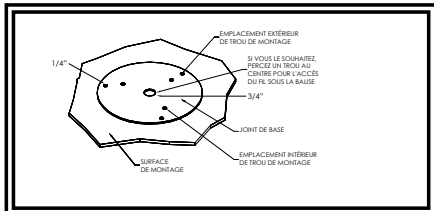
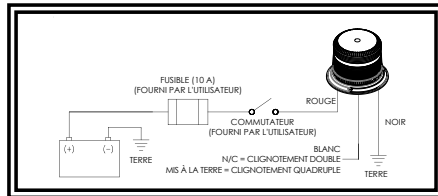

Figure 1
Figure 3
**Montage permanent :** Sélectionnez une surface de montage plane pour installer la balise stroboscopique. La visibilité du clignotement stroboscopique et la facilité d'accès du câblage doivent être prises en compte dans la sélection de la surface de montage. En prenant le joint de la base comme modèle, marquez les trois emplacements des trous de montage (voir figure 1). Percez les trous au diamètre qui correspond au matériel. Un quatrième trou peut être percé pour l'accès aux câbles comme présenté sur la figure 1 ou les câbles peuvent passer à travers la fente de la base pour un accès externe. Reliez les câbles d'alimentation comme indiqué dans la section sur le câblage (voir figure 3).
Le raccordement du stroboscope est tel que présenté dans la figure 3 ci-dessous. Tous les câblages doivent être d'un minimum de 18 AWG. La ligne positive doit disposer d'un fusible 10 ampères. Il est possible d'employer un interrupteur pour contrôler la fonction d'allumage et d'arrêt. **Remarque :** L'alimentation doit être coupée lors du changement de mode de clignotement.